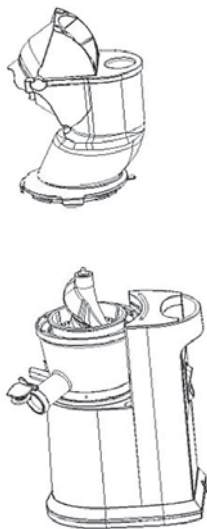

Abb. 4
a. Überzeugen Sie sich, ob das Dreieck an der Zuführung in einer Linie mit dem Symbol eines offenen Vorhängeschlosses auf der Schüssel ist (Abbildung 4).